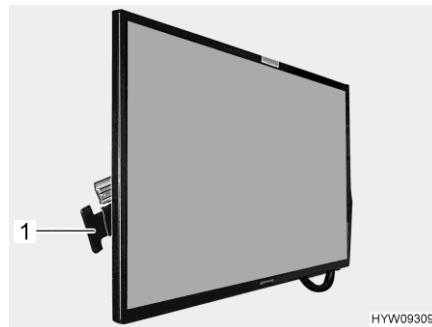

Fig. 96 Schermo piatto
- Premere e tenere premuta la maniglia (Fig. 96,1) in direzione dello schermo piatto. Lo schermo piatto è sbloccato.